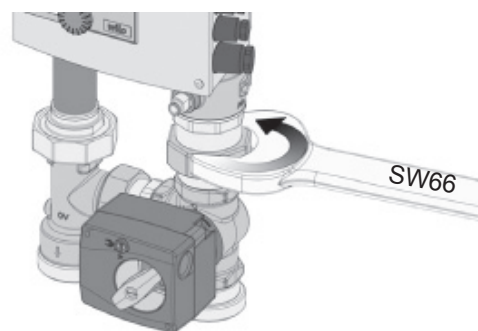
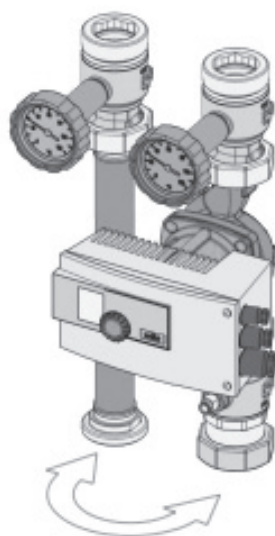

Рис. 7
Рис. 8
2. „Regumat M3-180 plus“: Отвинтить накидные гайки на трехходовом смесителе с помощью ключа SW66 и снять его. Поменять местами насосную и линию с фланцевой трубкой (рис. 7, рис. 8).
3. „Regumat S-180 plus“: Вытащить насосную линию и линию с обратным клапаном из настенного крепежа и поменять местами (рис. 8).